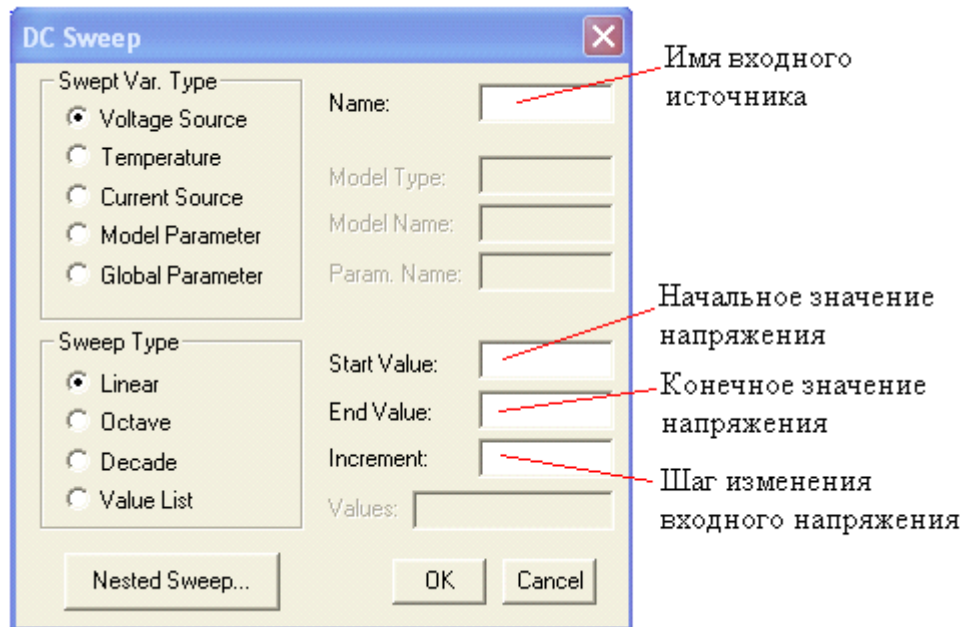

Рис. 2. Задание параметров для расчета передаточной характеристики
- Установить режим расчета передаточной характеристики (*Analisis - Setup... - Sweep DC...*). В этом режиме установить имя источника входного сигнала, пределы его изменения и шаг изменения (рис. 2).